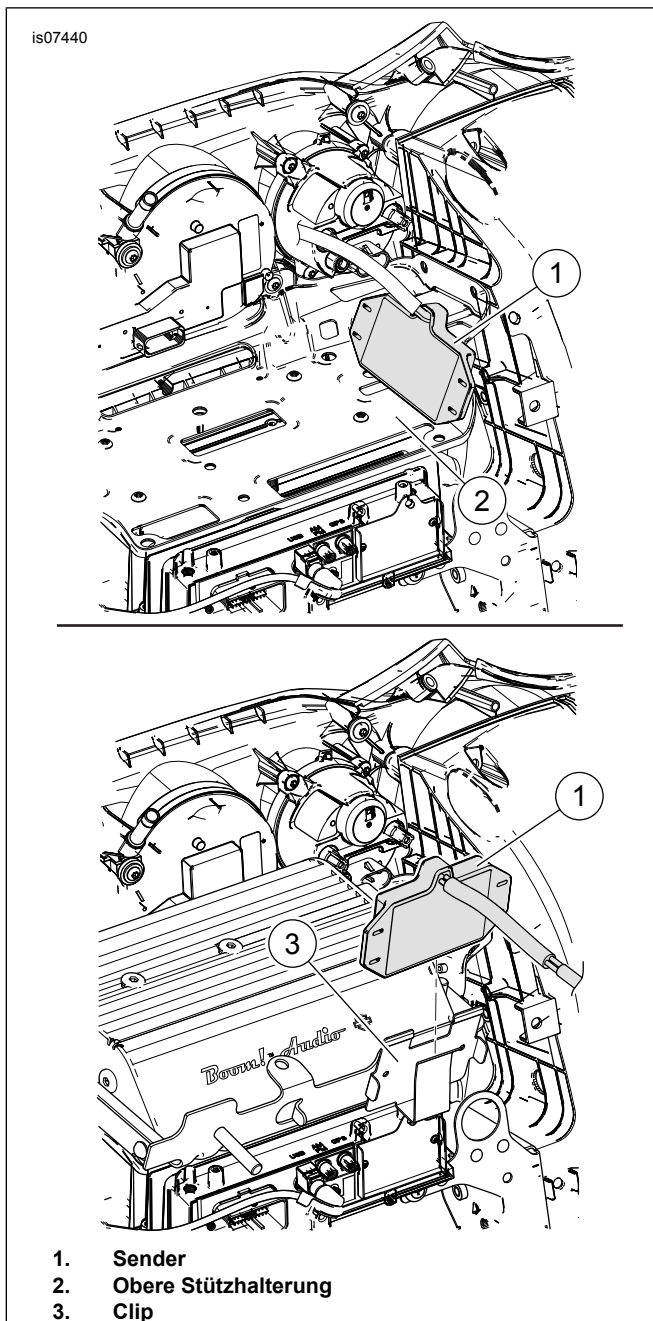

Abbildung 13. Montage des Senders (FLHT-Modelle der Modelljahre 2014 bis 2016 und FLHX Touring- oder Trike-Modelle)
2. Siehe Abbildung 13 >. Modelle **OHNE** einen an der Verkleidung montierten Verstärker:
- b. Den Sender (1) links neben der oberen Stützhalterung anbringen.
- a. Den Sender (1) in den Clip (3) auf der Vorderseite der Befestigungshalterung einsetzen.